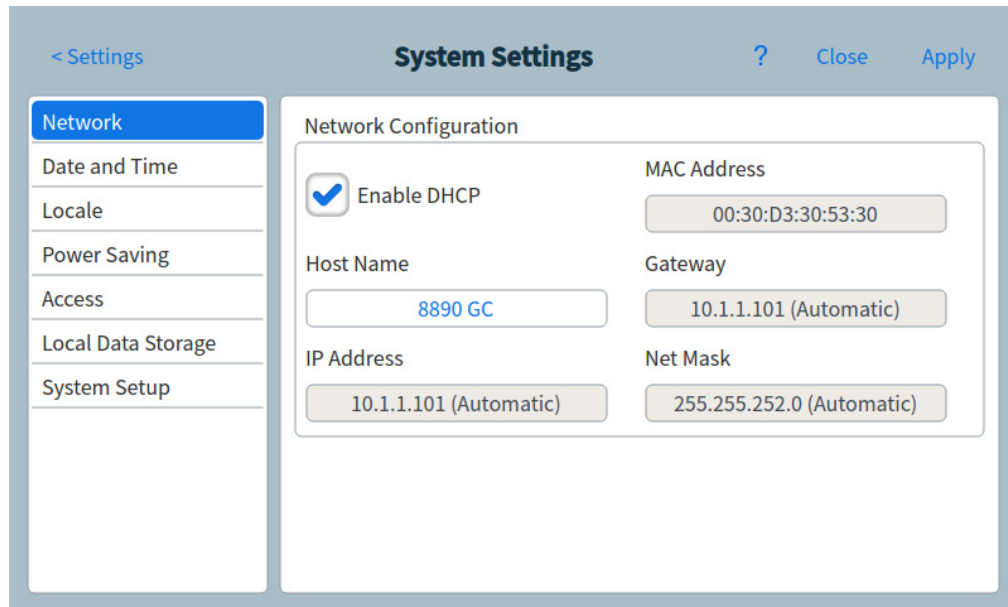

Figura 56. Página de configuración de red)
- 1 En la página Parámetros del sistema (System Settings), seleccione el botón de selección de página **Red (Network)**. Se abrirá la página de configuración de red. Consulte **Figura 56**.